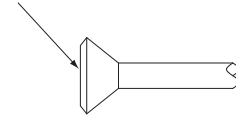

Abb. 14
- Beschichten Sie beim Herstellen einer Bördelverbindung nur die Innenfläche der Bördelung mit Etheröl oder Esteröl. (Siehe Abb. 14)